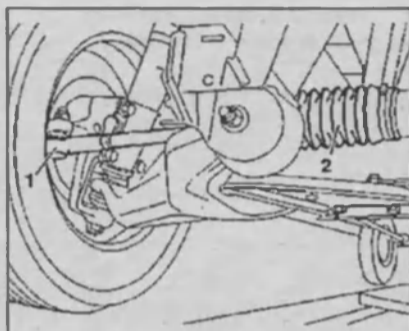

Рис. 2.17. Проверьте рулевые тяги и шаровые опоры.
2. Проверьте визуально рулевые тяги и шаровые опоры 1 (рис. 2.17). Проверьте биение шаровых опор. Если биение больше допустимого, необходимо их заменить. Проверьте пыльники шаровых опор 1. Проверьте пыльники на отсутствие повреждений, правильность установки контактных поверхностей. Замените шаровые опоры с поврежденными пыльниками. Проверьте визуально пыльники полуосей 2 на правильность установки. Замените их при необходимости.